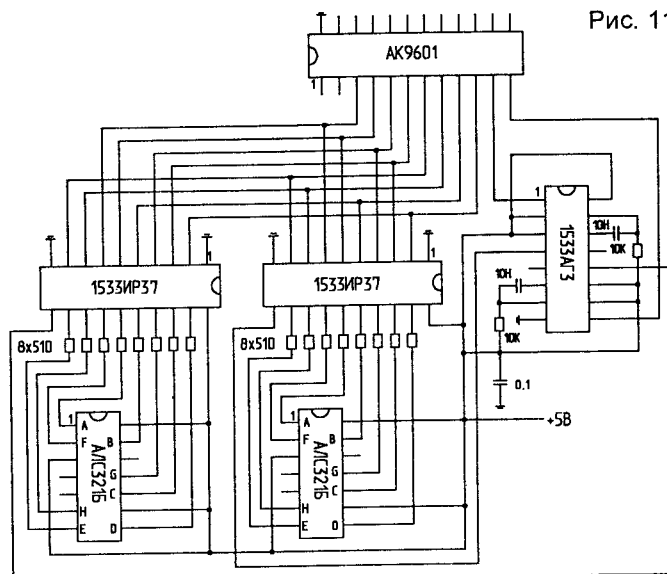

Рис. 11
4.8. M5 — данный бит устанавливается в “0” при использовании для индикации ЖКИ, и в “1” — при выводе информации на светодиодный индикатор (схема подключения светодиодного индикатора приведена на рис.11). При использовании светодиодного индикатора биты L17...L10 и L27...L20 должны быть проинвертированы, т.е. для высвечивания сегмента необходимо соответствующий сегменту бит установить в “0”.